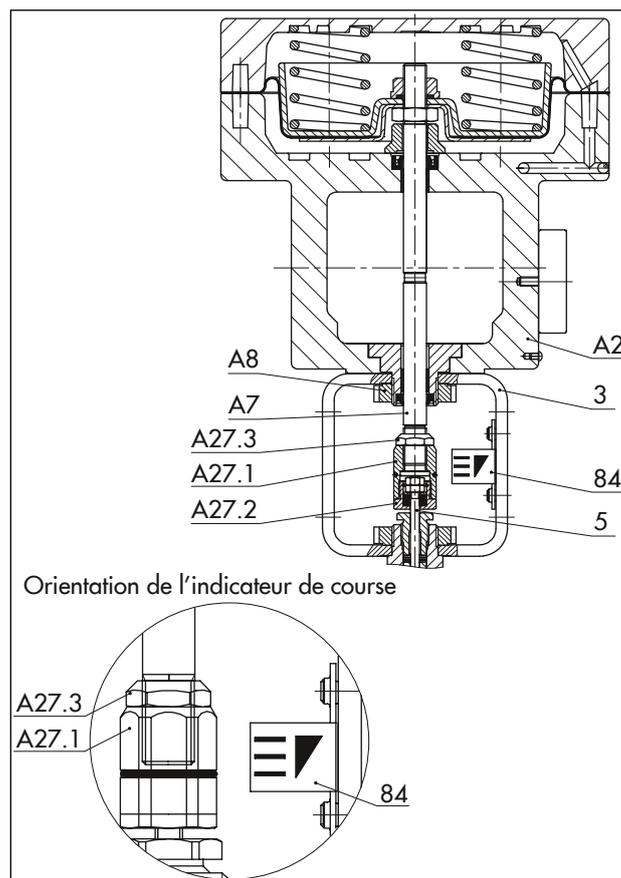

Fig. 13 : Servomoteur pneumatique type 3277 sur micro-vanne type 3510
cf. Fig. 13
9. Aligner l'indicateur de course (84) de sorte que la ligne inférieure sur l'indicateur se trouve à la hauteur du joint torique sur l'écrou d'accouplement, cf. Fig. 13.